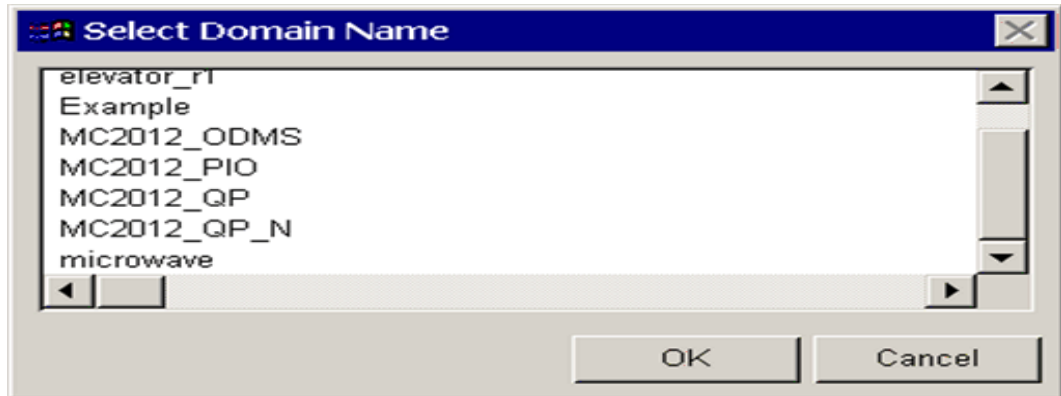

図 3-3: [Select Domain Name] ダイアログボックス
- [Model Repository] ラベルの横の [...] ボタンをクリックします。[Select Domain Name] ダイアログボックス (図 3-3) が表示されます。このダイアログボックスには既存のリポジトリの一覧が表示され、ここから **microwave** ドメインを選択できます。ドメイン名をダブルクリックするか、ドメイン名を 1 回クリックして、[OK] ボタンをクリックします。